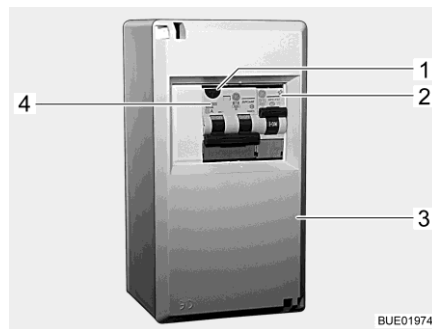
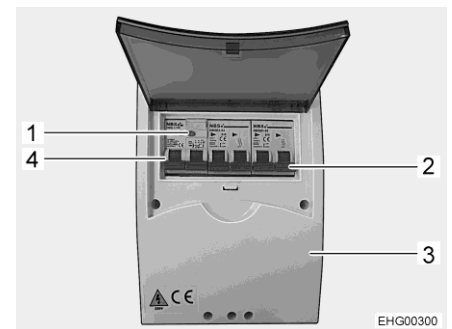

Fig. 205 Caja de fusibles de 230 V
Fig. 206 Caja de fusibles de 230 V (variante)
- Desconectar los interruptores de protección de línea (Fig. 205,2, Fig. 205,4 ó Fig. 206,2, Fig. 206,4) en la caja de fusibles (Fig. 205,3 ó Fig. 206,3).
- Al estar el vehículo conectado a la alimentación de 230 V, pulsar la tecla de prueba (Fig. 205,1 ó Fig. 206,1) del interruptor de corriente de defecto / de protección de línea combinado (Fig. 205,4 ó Fig. 206,4) en la caja de fusibles (Fig. 205,3 ó Fig. 206,3). Se debe activar el interruptor de corriente de defecto.